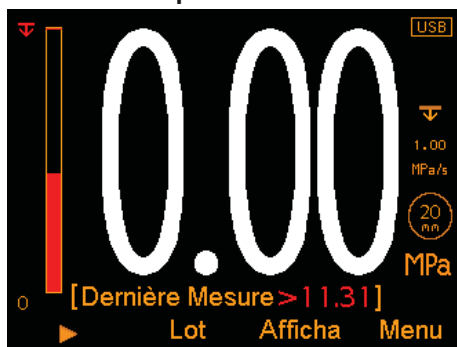

Fig. 1: Mesures
- **Mesures (Fig. 1)**; la dernière mesure est affichée sous la valeur de pression actuelle ; elle est mise à jour lorsque vous sauvegardez la mesure prise.